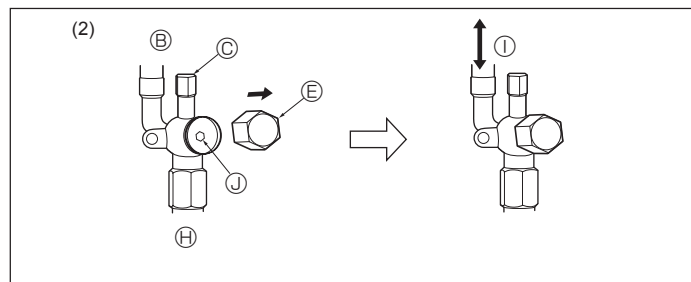
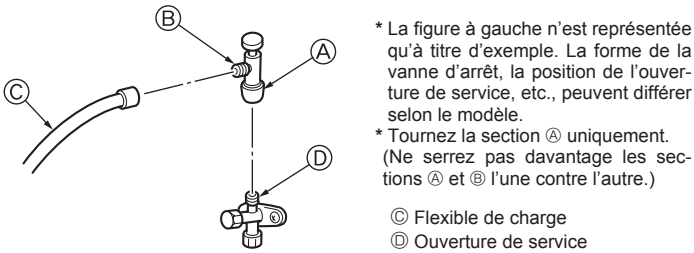

Fig. 4-8
Fig. 4-9
(1) Côté gaz (Fig. 4-8)
① Enlever le capuchon, ramener la poignée vers soi et la tourner d'un quart de tour en sens inverse des aiguilles d'une montre pour ouvrir la vanne.
② Vérifier que la vanne d'arrêt est complètement ouverte, appuyer sur la poignée et tourner le capuchon pour le ramener sur sa position d'origine.
(2) Côté liquide (Fig. 4-9)
① Retirez le bouchon, et tournez la tige de soupape à fond dans le sens antihoraire avec une clé hexagonale de 4 mm [3/16"]. Arrêtez de tourner quand elle frappe la retenue.
② Vérifier que la vanne d'arrêt est complètement ouverte et tourner le capuchon pour le ramener sur sa position d'origine.
Précautions à prendre lors de l'utilisation de la soupape de charge (Fig. 4-9)